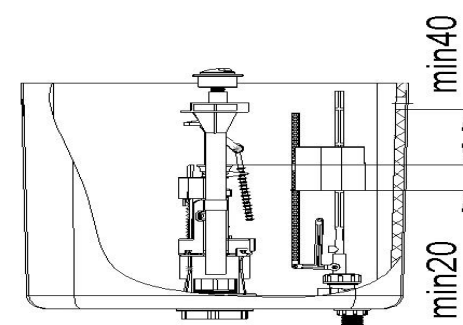

Рис.4
11.2 Отрегулируйте трубу перелива 12 на клапане выпуска (см. рис.4) так, чтобы расстояние от края трубы до нижнего края бокового отверстия было не менее 40 мм. Для освобождения и фиксации трубы перелива отверните и заверните гайку 15 (рис.2).
11.4. Затем установите необходимый уровень воды в бачке. Для этого отцепите стержень 4, клапана наполнительного, от поплавка 5. Переместите, поплавок по стойке 7 вверх-вниз. Низ поплавка, в поднятом состоянии, должен находиться на расстоянии не менее 20мм ниже (см. рис. 4) верхнего края трубы перелива 12. Зафиксируйте стержень 4 на поплавке 5.